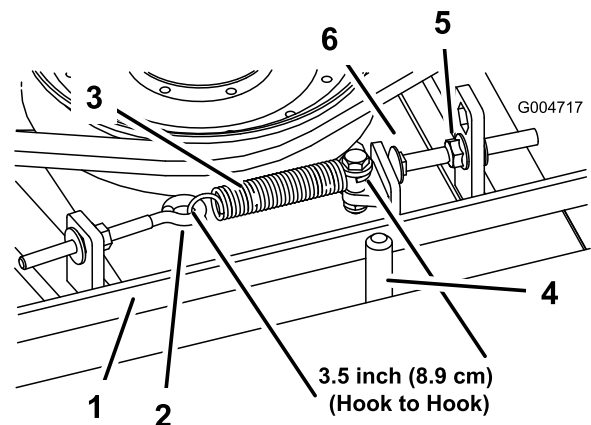

Figure 70
Lorsqu'il est correctement tendu, le ressort d'extension (d'un crochet à l'autre) doit mesurer environ 8,9 cm ± 6 mm (intérieur). Lorsque le ressort est correctement tendu, ajustez le boulon de butée (boulon de carrossier) jusqu'à obtenir un jeu approximatif de 3 +1,5/0,0 mm entre la tête du boulon et le bras de la poulie de tension (Figure 70).
Remarque: La courroie doit être placée du côté ressort du guide (Figure 70).
2. Desserrez le boulon à œil pour pouvoir enlever le ressort d'extension (Figure 70).
3. Desserrez l'écrou à embase qui fixe le boulon de butée à la patte de montage. Reculez l'écrou suffisamment pour que le bras de la poulie de tension passe le boulon de butée (Figure 70). Éloignez la poulie de tension de la courroie pour détendre cette dernière.
8. Raccrochez le ressort d'extension (Figure 70) au boulon à œil et tendez la courroie comme suit :